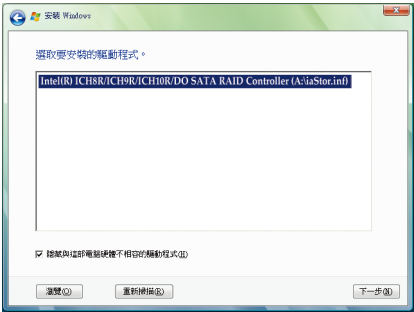

图7
当出现如图7所示的画面后，请选择「Intel(R) ICH8R/ICH9R/ICH10R/DO/PCH SATA RAID Controller」驱动程序，然后按「下一步」。